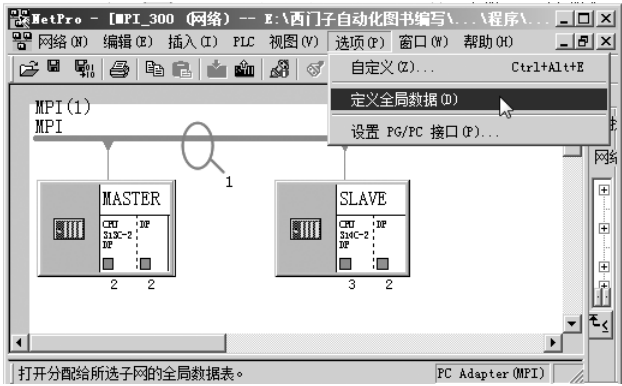

图 8-42 打开全局变量发送、接收区组态
8) 打开全局变量发送、接收区组态。选中标记“1”处的“MPI (1)”网络线，再选中“选项”菜单，单击“定义全局数据”子菜单中的命令，打开全局变量发送、接收区组态，如图 8-42 所示。